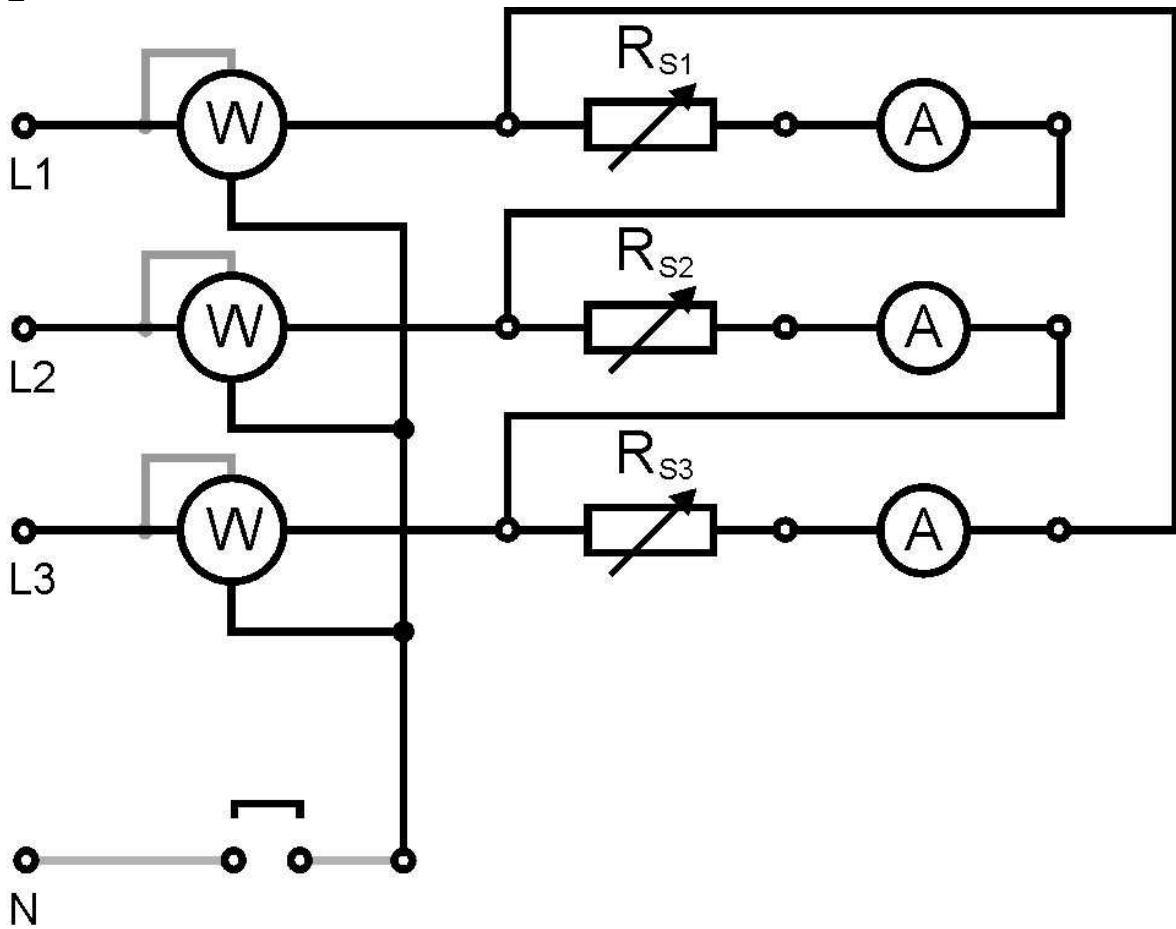

Bild 3
5.2.2.1 Aufbau der Schaltung entsprechend der Experimentierplatte (Bild 3). Mit den Kaskadenwiderständen sind die unter 4.3 vorausgerechneten Strangwiderstände  $R_{S1} \dots R_{S3}$  einzustellen. Diese sind an Hand der zu messenden Strangströme gegebenenfalls so zu verändern, bis die für die jeweilige Versuchsgruppe vorgegebenen Strangströme annähernd fließen.